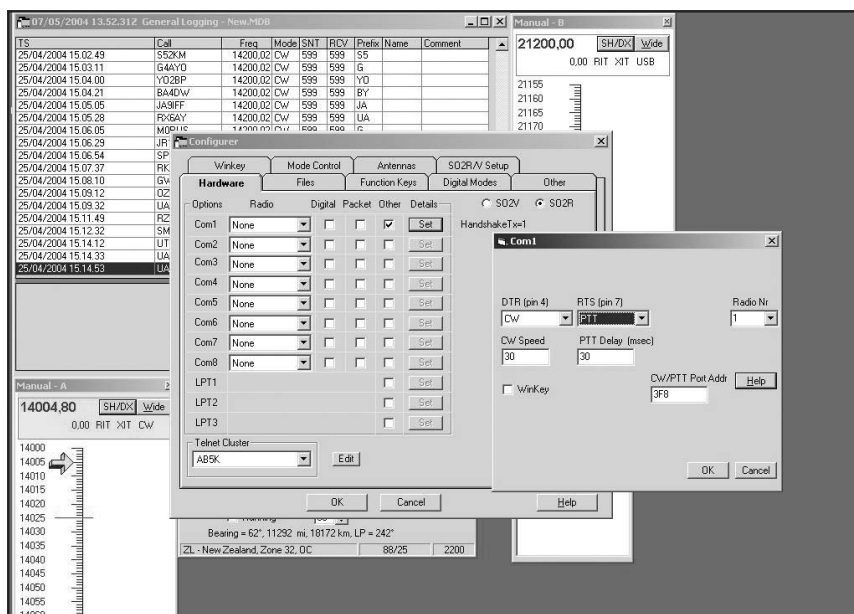

Fig. 11 - Configurazione COM_NIMM_Passo2
Passo 2) e poi scegliete il Tab "Hardware" e abilitate l'utilizzo della porta COM1 con la funzionalità "OTHER" visibile in fig. 11, cliccando su SET, impostate come nella finestrella piccola CW (DTR, pin4) e PTT (RTS, pin7), cliccate quindi sui vari OK (2 in tutto) e il gioco è fatto.